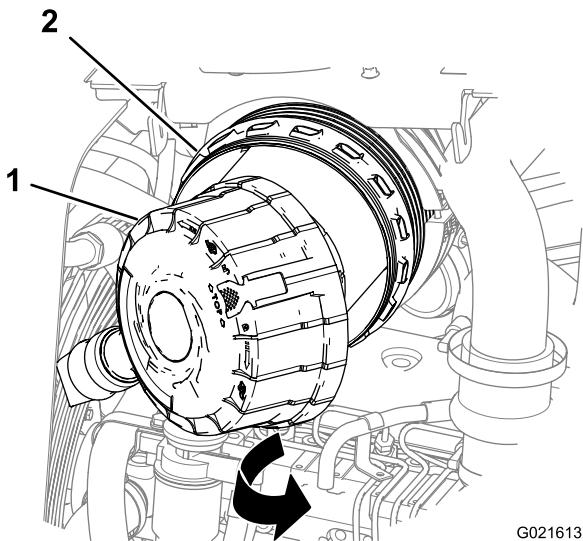

Figure 49
- 4. Soulevez le couvercle du filtre à air du boîtier pour le retirer (Figure 49).
2. Alignez le couvercle du filtre à air sur le boîtier (Figure 49).
3. Utilisez un chiffon propre humide pour nettoyer l'intérieur du boîtier du filtre à air (Figure 49).
3. Nettoyez l'intérieur du boîtier du filtre à air avec un chiffon propre humide (Figure 49).